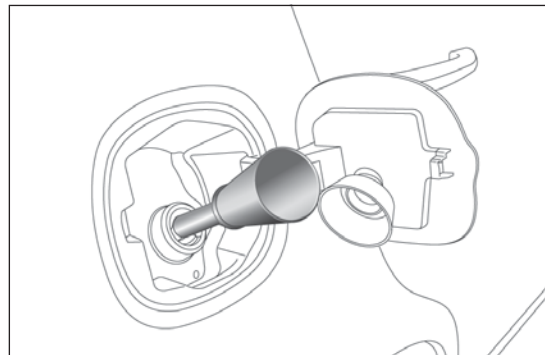

fig. 130
- ☐ inserire l'adattatore nel bocchettone, come indicato in fig. 130 e procedere al rifornimento;